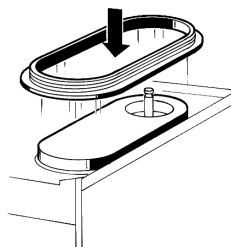

figura 6
**4** Poner la junta al evaporador, de modo que el borde de mayor ancho se quede en contacto con el plano recoge-gotas (ver figura 6).